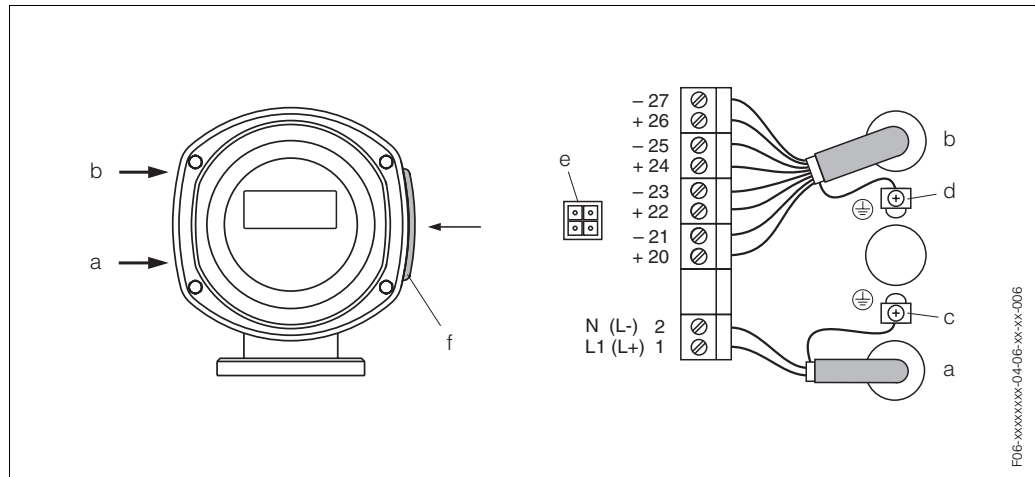

Abb. 15: Anschließen des Messumformers (Edelstahl-Feldgehäuse). Leitungsquerschnitt: max. 2,5 mm²
- Anschlussplan Edelstahlgehäuse → Abb. 15